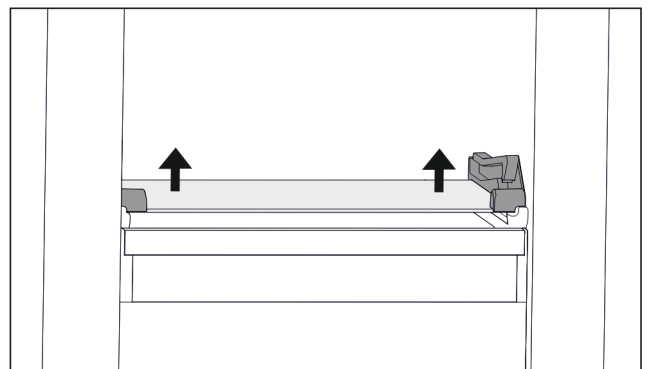

Fig. 63 Стеклоплатина откидного выдвижного ящика
- ▶ Нажмите на стеклянную пластину снизу вверх с обеих сторон. (см. Fig. 63)